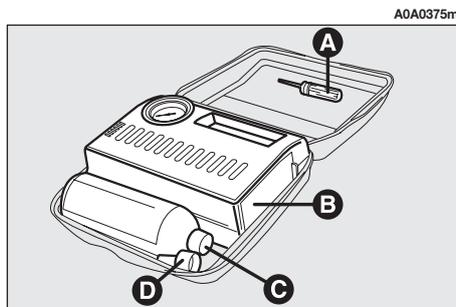

fig. 12
Il kit di riparazione rapida comprende (fig. 12):
*Attenzione! La bottiglia (C-fig. 12) contiene glicole propilenico. Tale sostanza può essere nociva e irritante: non ingerire, evitare il contatto con gli occhi, la pelle e gli indumenti. In caso di contatto sciacquare subito abbondantemente con acqua. Se si manifestano reazioni allergiche consultare un medico. Conservare la bottiglia nell'apposito vano, lontano da fonti di calore e dalla portata dei bambini.*